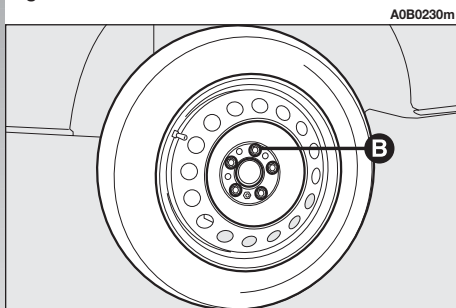

fig. 4
- Desserrer d'environ un tour les boulons de fixation (**B-fig. 4**).
- Dévisser complètement les boulons de fixation (**B-fig. 4**), et enlever la roue.